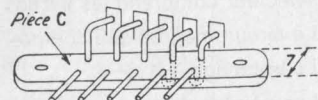

Fig. VI-17. — Détail du support des points fixes.
**5. Pointes de contact** : elles sont réalisées en fil d'argent 10/10. Préparer la pièce C en plexiglas 3 mm. Confectionner des U avec le fil d'argent et en chauffant l'arc du U avec un fer à souder, les enfoncer à fond dans les trous 10/10 préalablement percés (essayer de trouver une mèche très légèrement plus faible que le fil ( $\varnothing$ ) ou inversement). Espacer les 6 poses, pour laisser le plexiglas se refroidir. Replier d'un côté (pour branchement) et former l'autre extrémité selon la figure VI-17. Couper parallèlement à la pièce C et poncer simultanément les pointes en arc sur du papier abrasif posé sur une surface plane.